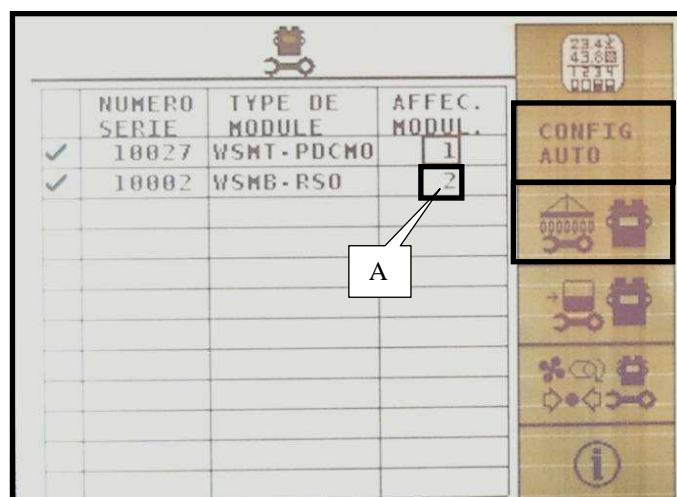

Fig. 2
- Para que funcione de nuevo una línea, es preciso seleccionarla y luego apretar la tecla  **ON** para ponerla de nuevo en funcionamiento (Fig.2).
correspondiente al símbolo  (Fig.2).
- Premere sul tasto  corrispondente all'icona  (Fig.2) per tagliare la fila B che viene evidenziata.
- Per riavviare una fila, dovete selezionarla e poi premere sul tasto  **ON** (Fig.2).
- per riavviare tutte le file allo stesso tempo premere sul tasto  corrispondente al simbolo  (Fig.2).
- Entrer l'**affectation** A du module (Fig.2), (si la console ne l'a pas composée automatiquement), il est conseillé d'affecter les modules par ordre croissant.
- Input the **allocating** A of the module (Fig.2), (if the console has not performed it automatically), it is recommended to allocate the modules in the increasing order.